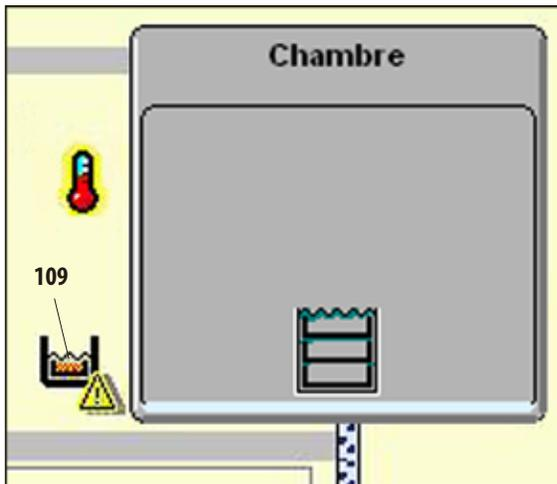

Fig. 246
Quand l'appareil se trouve en état de préservation des échantillons, une icône (109) apparaît sur l'écran SMART à gauche de la chambre (fig. 246).